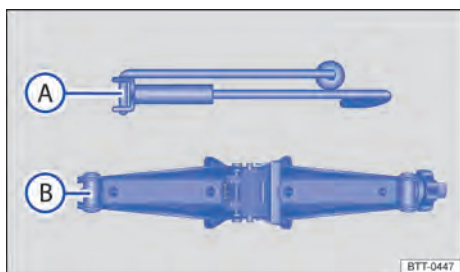

Fig. 262 Componentes do macaco sanfona.
5. Soltar os parafusos de roda a ser trocada \Rightarrow Página 422. Enganchar a manivela manual \Rightarrow Fig. 262 **A** no macaco sanfona **B**.